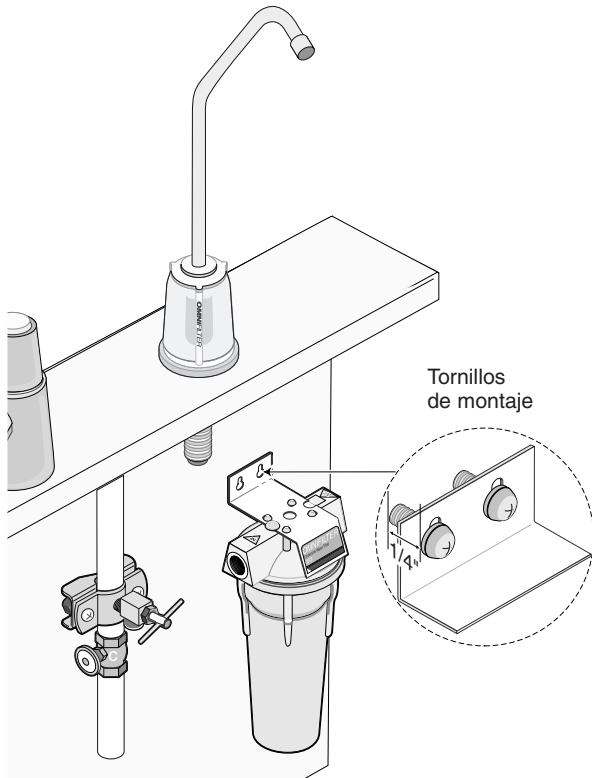

Figura 8
6. Instale la unidad del filtro en los tornillos de montaje instalados en la Paso 2 y apriete los tornillos de montaje. Consulte la Figura 8.